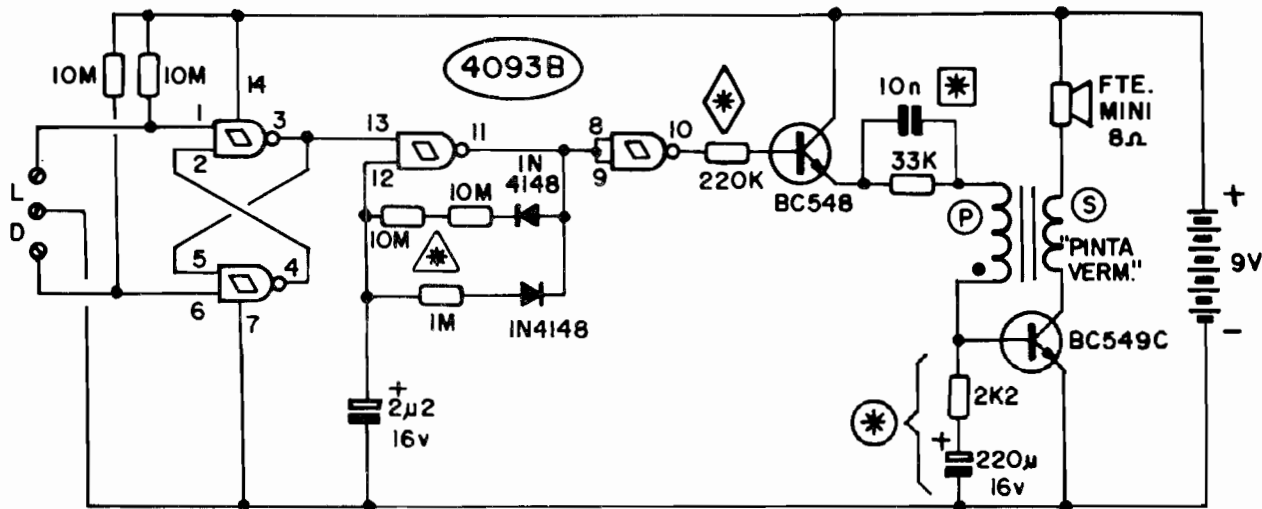

Fig.1
- FIG. 1 - O CIRCUITO - O diagrama esquemático do PIAU mostra a sua simplicidade, e também a nítida "inspiração" no PINTO original (APE 24)... Podemos mais facilmente analisar o circuito dividindo-o em três blocos funcionais: um de gerador do "piado", estruturado em torno dos dois transistores, outro de "intervalador" dos piados (em torno dos dois gates centrais de 4093) e, finalmente o de chaveamento eletrônico, sensível ao toque, montado em torno dos dois primeiros gates (esquerda) do Integrado 4093... O circuito oscilador do bloco gerador do "piado" é